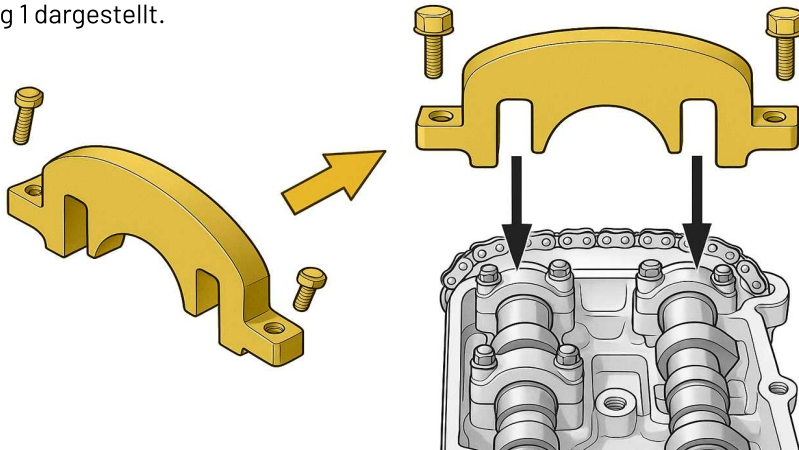

Abb. 1
- Wird verwendet, um die Nockenwellen in ihrer Steuerzeitenposition zu arretieren, wie in Abbildung 1 dargestellt.